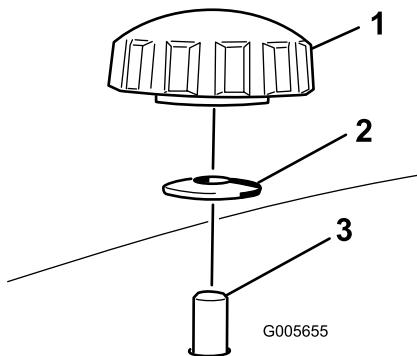

Figure 27
4. Retirez les 2 boutons et rondelles bombées qui fixent le déflecteur droit au plateau de coupe (Figure 27).
- 5. Déposez le déflecteur droit et abaissez le déflecteur d'herbe sur l'ouverture d'éjection, comme montré à la Figure 27 et la Figure 28.
5. Insérez le déflecteur droit sous le plateau de coupe et fixez-le en place avec 2 boutons et les rondelles bombées (face concave vers le plateau de coupe) comme montré à la Figure 27 et la Figure 28.